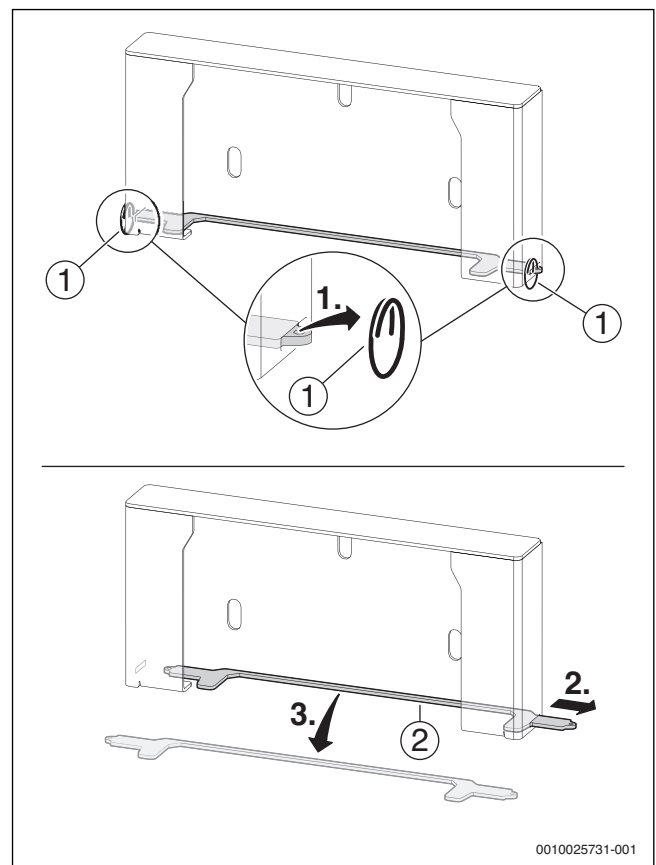

Bild 14 Aufhängeelement auseinanderbauen
- Sicherungssteg [2] und Sicherungsringe [3] anbringen (→ Bild 14, Arbeitsschritte in umgekehrter Reihenfolge).